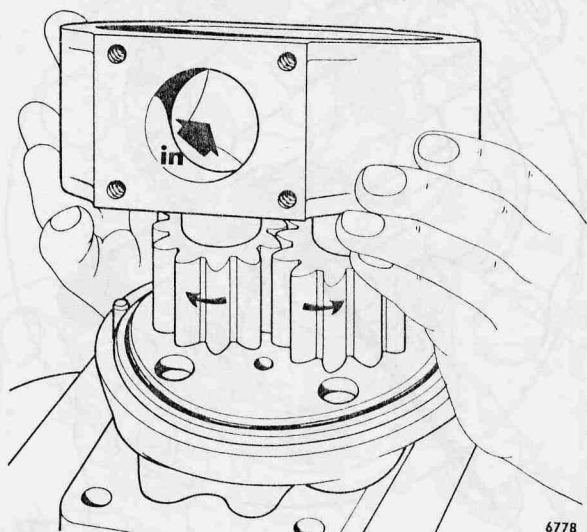

Fig 177. Montering av mellanstycke.
25. Placera mellanlägg 7 på slitbrickan, se punkt 22, och montera mellanstycket 16, se fig 177. Mellanstycket monteras enligt tidigare uppmärkning. Om ett nytt mellanstycke monteras ge i så fall akt på hur det gamla var monterat. Om märkning saknas lokaliseras mellanstyckets rätta montering genom att inloppshålet är större än utloppshålet. Pumpen är motursroterande.